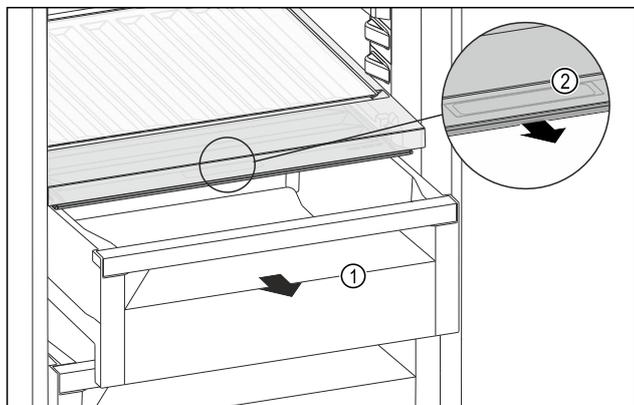

Fig. 118
- ▶ Vytiahnite zásuvku Fig. 118 (1).
- ▶ Uchopte priehľbinu na rukoväť Fig. 118 (2) na veku zásuvky a súčasne ťahajte veko zásuvky dopredu.